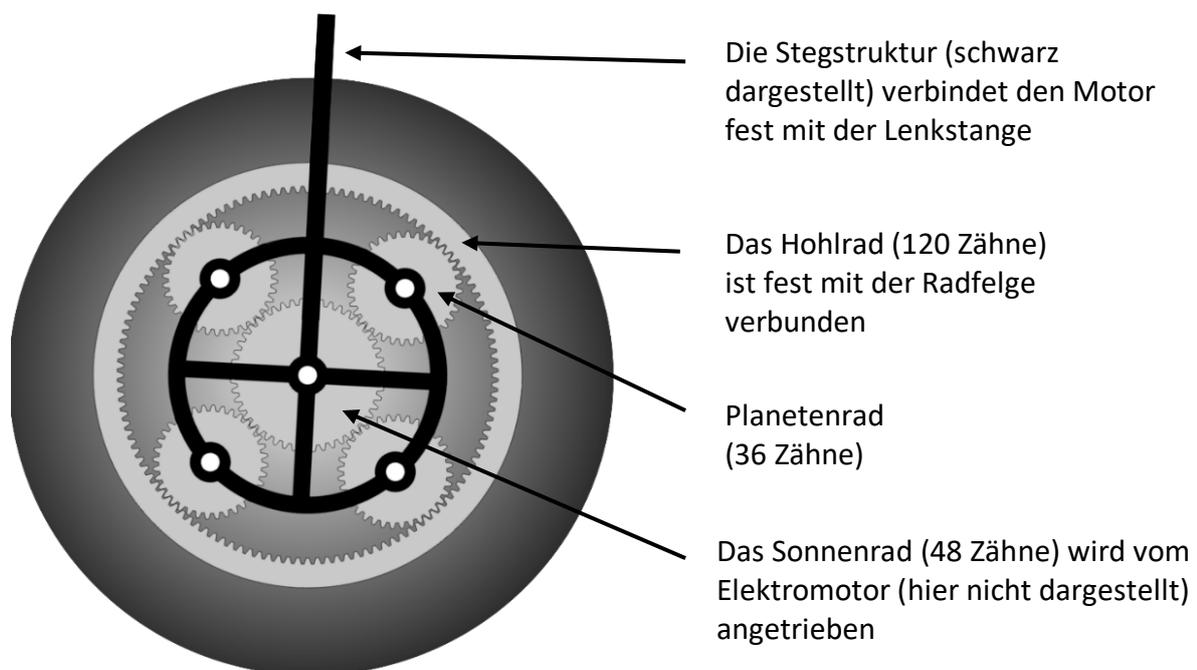

Abbildung 4: Wesentliche Komponenten des Vorderrads
- a) Der Hersteller hat einen bürstenlosen Gleichstrommotor in Form eines Nabenmotors mit Planetengetriebe entwickelt und das Rad mit einem luftgefüllten Reifen ausgestattet (siehe **Abb. 4**).